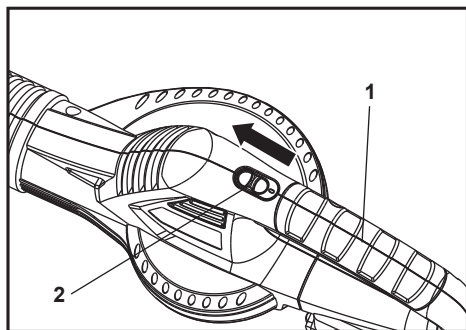

Fig. 6
1. Certifique-se de que a bateria (12) está montada na porta de ligação da bateria (10).
2. Segure o produto com uma mão no punho (1).
3. Ligue o produto empurrando o interruptor de ligar/desligar (2) para a frente até apresentar a marcação "I" (Fig. 6).